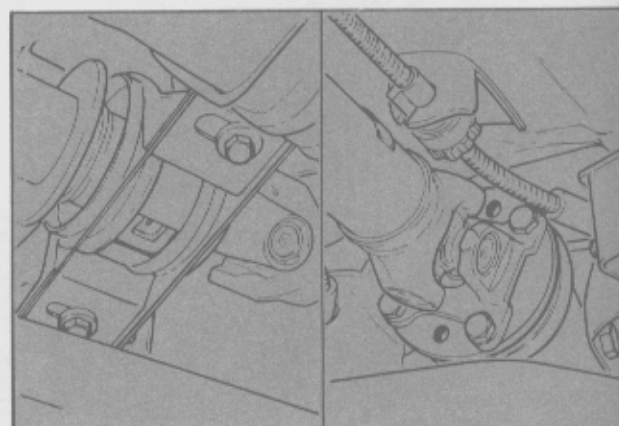

Fig. 2 - Desmontaje del árbol de transmisión.
- Desmontar el árbol de transmisión (Fig. 2). Instalar la herramienta T74G-7651-BAS en la cubierta de la extensión para evitar fugas de lubricante.